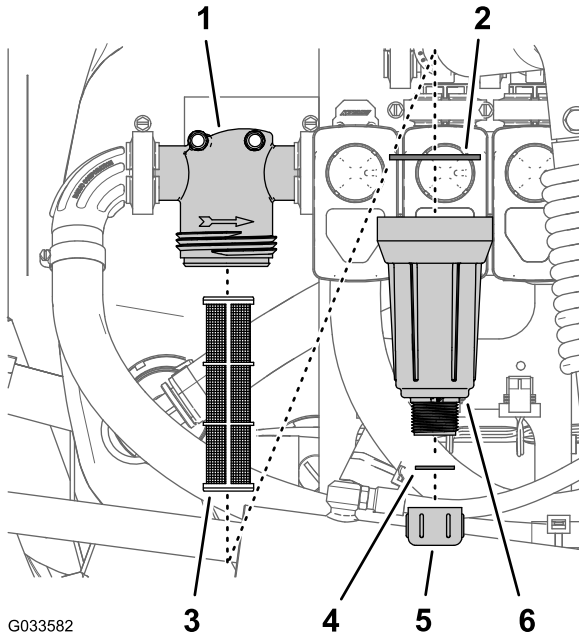

Figure 92
2. Placez un bac de vidange sous le filtre sous pression (Figure 92).
3. Tournez le bouchon de vidange dans le sens antihoraire et déposez-le de la cuvette du filtre sous pression (Figure 92).
4. Tournez la cuvette dans le sens antihoraire et déposez la tête du filtre (Figure 92).
5. Retirez l'élément du filtre sous pression usagé (Figure 92).
6. Contrôlez l'état et l'usure du joint du bouchon de vidange (à l'intérieur de la cuvette) et du joint de la cuvette (à l'intérieur de la tête du filtre) (Figure 92).
7. Montez le nouvel élément filtrant dans la tête du filtre sous pression (Figure 92).
8. Vissez la cuvette sur la tête du filtre et serrez-la à la main (Figure 92).
9. Vissez le bouchon de vidange sur le raccord au fond de la cuvette et serrez-le à la main (Figure 92).